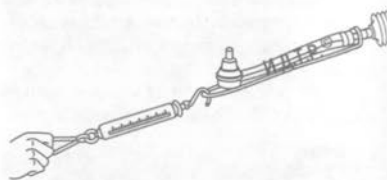

Рис. 8.7. Проверка усилия перемещения рейки
20. Проверьте усилие перемещения рейки, зацепив динамометр, как показано на рис. 8.7,